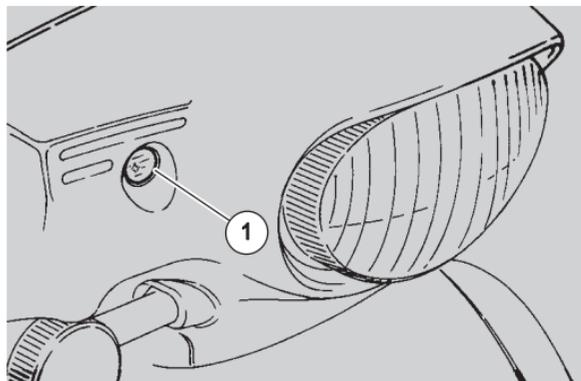

Abb. 17
Mit dem Bremsbeläge-Verschleiß, steigt auch der Bremsflüssigkeitsstand ab, um dem Verschleiß automatisch entgegenzuwirken. Es sind keine Einstellungen nötig, nur den Bremsflüssigkeitsstand am Ausgleichsbehälter (Abb. 17) sowie den Verschleiß der Bremsbeläge (siehe "BREMSBELÄGE PRÜFEN" - Seite 58) regelmäßig prüfen.
Um den Bremsflüssigkeitsstand zu prüfen, das Motorfahrzeug senkrecht halten und den Lenker gerade halten, so daß die im Ausgleichsbehälter enthaltene Bremsflüssigkeit parallel zum Boden ist. Prüfen Sie, ob die Flüssigkeit das Schauglas abdeckt (1-Abb. 17). Wenn nicht, nachfüllen.
- den Ausgleichsbehälter (siehe "SCHMIERMITTEL-TABELLE" - Seite 85) bis zur kompletten Abdeckung des Schauglases (1 - Abb. 17) auffüllen;